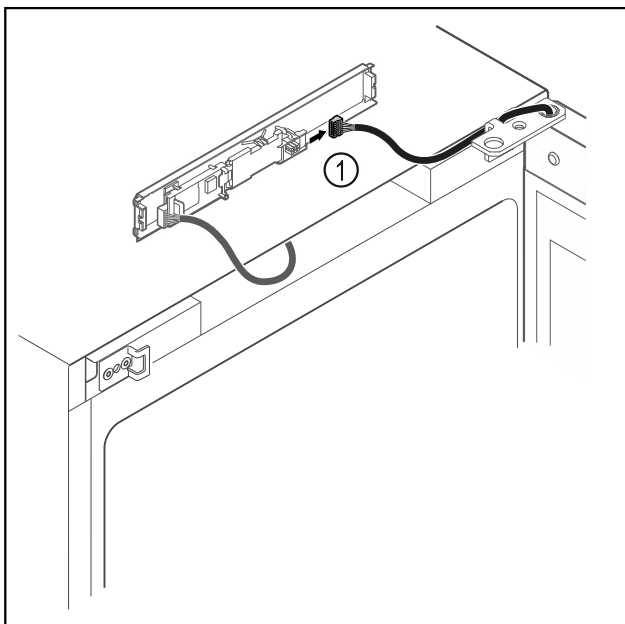

Fig. 14
- ▶ Irrota pistoke Fig. 14 (1) levystä.